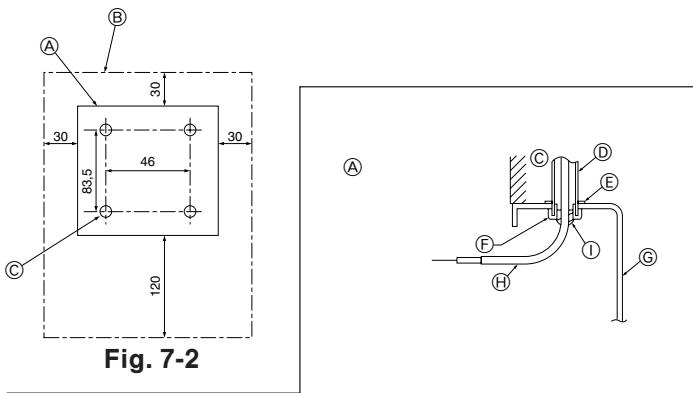

Fig. 7-2
(1) Επιλέξτε το σημείο τοποθέτησης του τηλεχειριστηρίου. (Fig. 7-2)